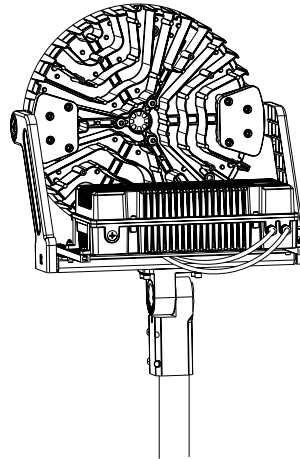

Figure 12
- Placez le support coulissant sur le poteau ou le tenon et fixez-le avec la visserie fournie. (Figure 12)